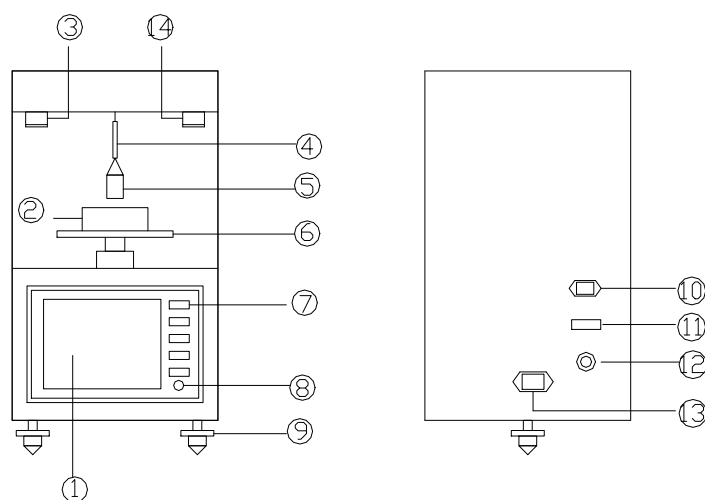

图 1
四、结构特征 (图 1)
- 1.1 观察显示画面下部“仪表读数”的四位数，在保证铂环灼烧洁净的条件下用“零点微调”（图1